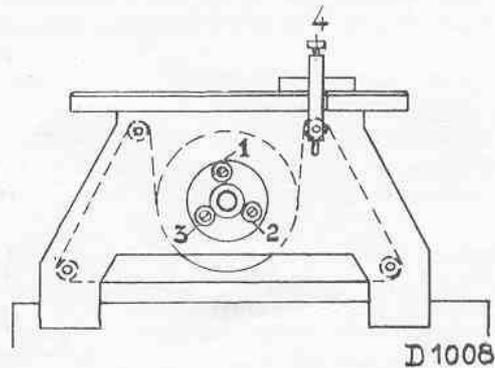

Fig. 5
2. Dévisser les vis de réglage servant à la fixation du disque sur l'axe du condensateur (fig. 5). Tourner le bouton de l'échelle jus-
4. Syntoniser sur 350 m, régler le repère de lecture avec la vis 4 (fig. 5) exactement sur 350 m. Ensuite, contrôler à nouveau sur 214 m et 570 m.